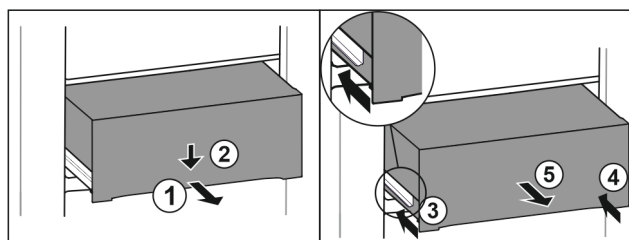

Fig. 133
- Predal izvlecite do polovice. Fig. 133 (1)
- Predal na sprednji strani potisnite navzdol. Fig. 133 (2)
- Levo vodilo potisnite približno 2 cm noter. Fig. 133 (3)
- Desno vodilo potisnite približno 2 cm noter. Fig. 133 (4)
- Predal vzemite ven v smeri naprej. Fig. 133 (5)